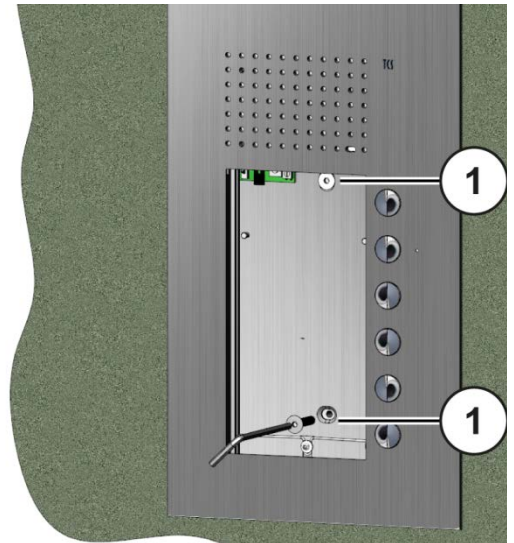

Abb. 6: Montage Außenstation
- ▶ Befestigen Sie die Außenstation mit den 2 Innensechskant-Schrauben (Abb. 6).